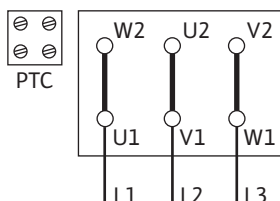
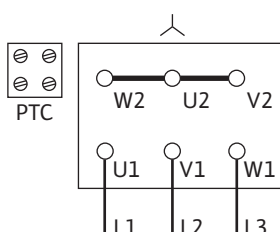

Fig. 12: Conmutación Δ
Fig. 13: Conmutación Y
- La alimentación eléctrica depende de la potencia del motor P2, de la tensión de red y del tipo de arranque. La conmutación necesaria de las clavijas de conexión en la caja de bornes se indica en la tabla siguiente, así como en las Fig. 12 y 13.
Conmutación $\Delta$ (Fig. 12)	Conmutación Y (Fig. 13)